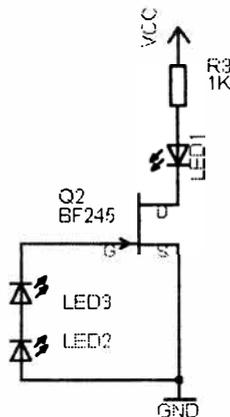

Рис. 6.19
Если затвор G (англ. Gate) полевого транзистора BF245 (рис. 6.19) не присоединен к "земле", то тогда светодиод LED1 будет излучать свет. Чем больше будет напряжение между затвором G и истоком S (англ. Source), тем больше полевой транзистор будет переходить в состояние насыщения. Отрицательное напряжение затвор-исток (GS) будет генерироваться под воздействием света светодиодами "солнечных элементов" LED2 и LED3. В зависимости от положения солнца напряжение затвор-исток (GS) будет либо уменьшаться, либо увеличиваться. При этом светодиод LED1 будет либо гаснуть на свету, либо светить в темноте. С помощью конденсатора, подключенного параллельно светодиодам солнечных элементов, можно настроить время задержки включения и выключения индикаторного светодиода.